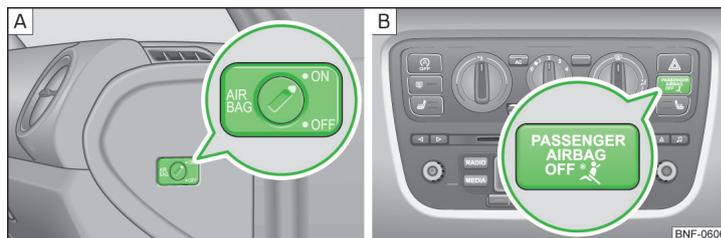

Fig. 9 Commutateur à clé pour l'airbag frontal du passager/témoin de désactivation de l'airbag frontal du passager
Le commutateur à clé permet de désactiver l'airbag frontal du passager » fig. 9 à la page 18 - A.
Réglages de l'interrupteur à clé » fig. 9 - A
- À l'aide de la clé, amenez la fente du contacteur de l'airbag doucement sur la position » fig. 9 A **OFF**.
- Vérifiez si, après avoir mis le contact, le voyant **PASSENGER AIRBAG OFF** 🚗 » fig. 9 - B s'allume.
- À l'aide de la clé, amenez la fente du contacteur de l'airbag doucement sur la position » fig. 9  ON.
- Vérifiez que, après avoir mis le contact, le voyant **PASSENGER AIRBAG OFF**  » fig. 9 -  ne s'allume pas.